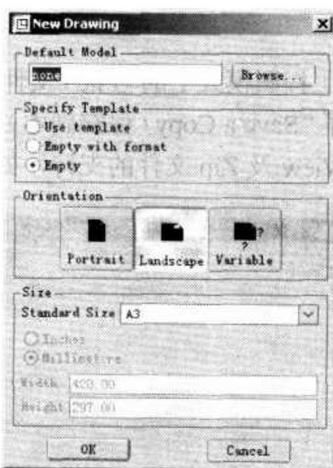

图 1-8
- ⇒ [在“Type (类型)”栏中选择“Drawing (工程图)”，在“Name (文件名)”编辑框中输入文件名或者采用默认文件名，取消选择“Use default template (使用默认模板)”选项，单击OK按钮，弹出“New Drawing (新制图)”对话框，如图 1-8 所示。]